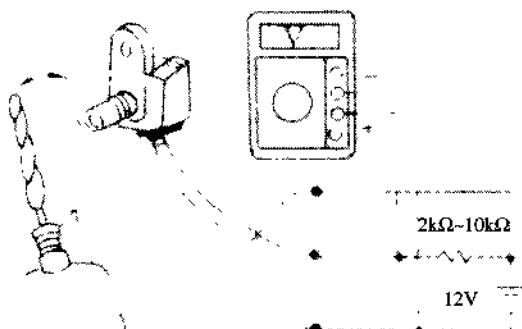

图7.51 传感头的检查
- ① 拆下传感头，并从配线插接件上拔下插头。
- ② 用1个 $2k\Omega \sim 10k\Omega$ 的电阻按如图7.51所示方法接成一个回路，注意不要短接任何一个端子。
- ③ 当改锥在轮速传感头前后摆动时，应注意电压表是否在2V~12V之间交替显示。如果不是，则应更换传感头。在检查中，为防止改锥擦伤传感头及轴，应用棉布包住改锥。